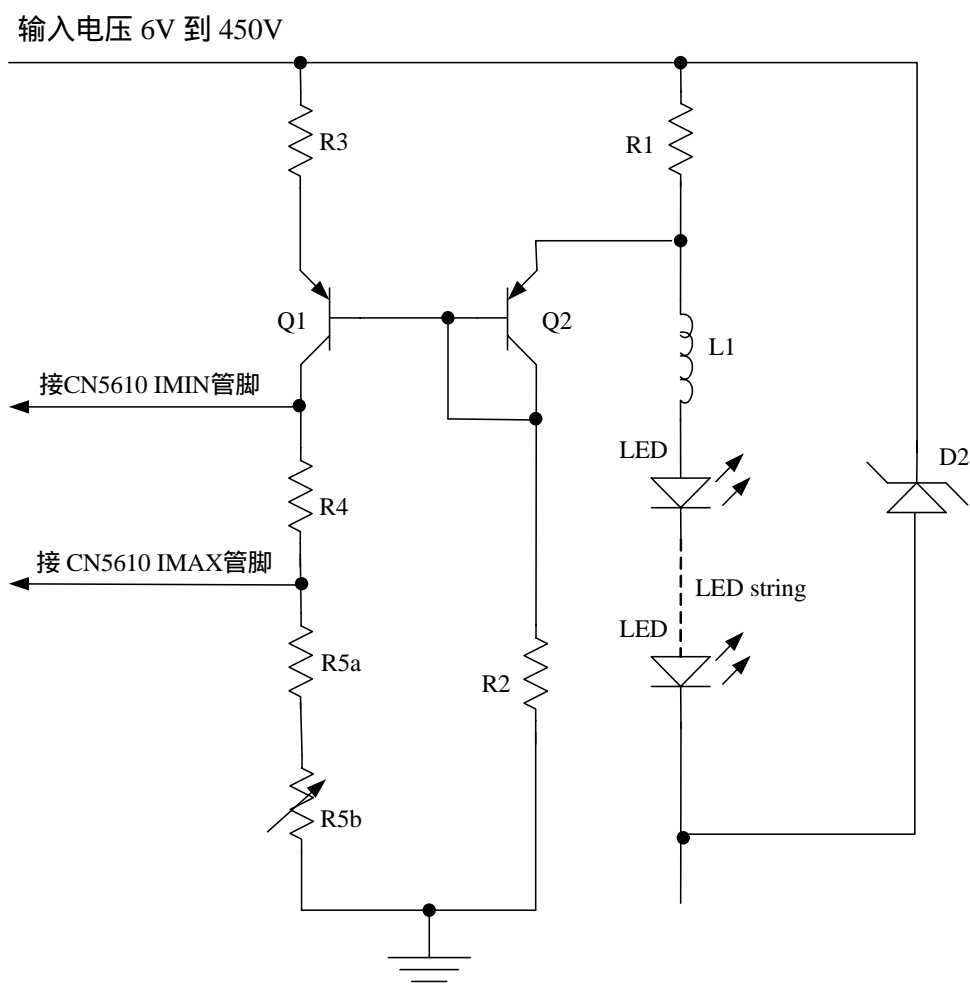

图3 用可变电阻控制亮度
2. 用可变电阻控制亮度，如图3所示。
在图3中，R5b是可变电阻，LED的电流随着R5b的增加而减小。